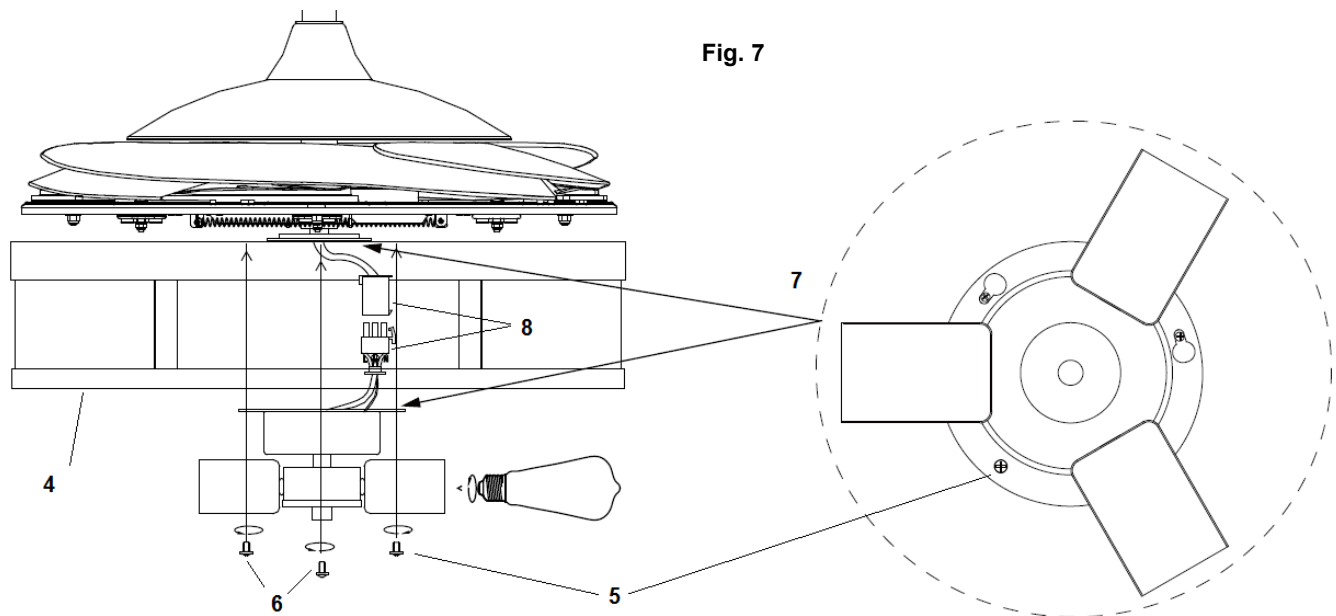

Fig. 7
36. Collegare i connettori (8).
37. Allentare la vite (5) del paralume (4). Allineare le due viti (6) con i fori sul kit luce (7). Fig. 7